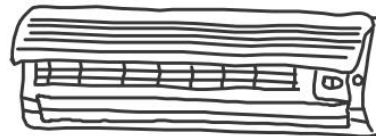

Рис. 4
1. Откройте переднюю панель. (Рис.4)